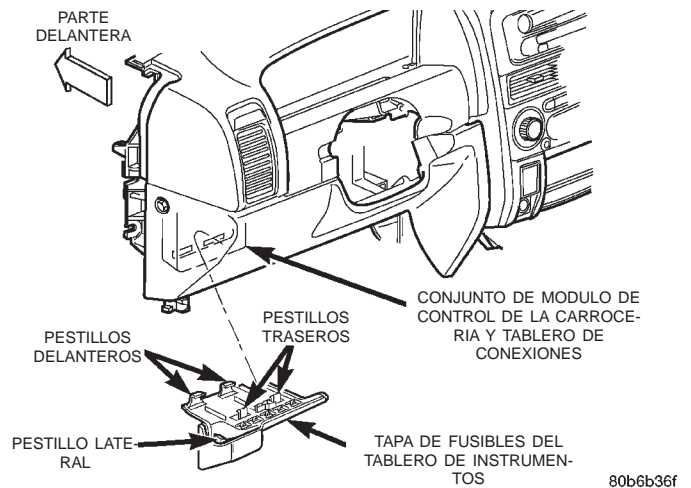

Fig. 2 Desmontaje e instalación de la tapa de fusibles del tablero de instrumentos
(1) Desconecte y aisle el cable negativo de la batería.
(2) Tire hacia abajo del borde trasero (el más cercano a la parte trasera del vehículo) de la tapa de fusibles del tablero de instrumentos hasta que los pestillos traseros se desenganchen de las lengüetas situadas en la cubierta inferior del tablero de conexiones y el pestillo lateral se desenganche de la lengüeta del conector de enlace de datos de 16 vías del lado de afuera del soporte de la columna de dirección del tablero de instrumentos (Fig. 2).
(3) Desplace la tapa de fusibles del tablero de instrumentos hacia la parte delantera del vehículo para